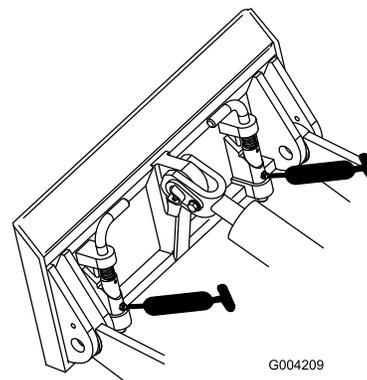

Рисунок 19
3. Присоедините к каждой масленке шприц для нагнетания консистентной смазки (Рисунок 18 и Рисунок 19).